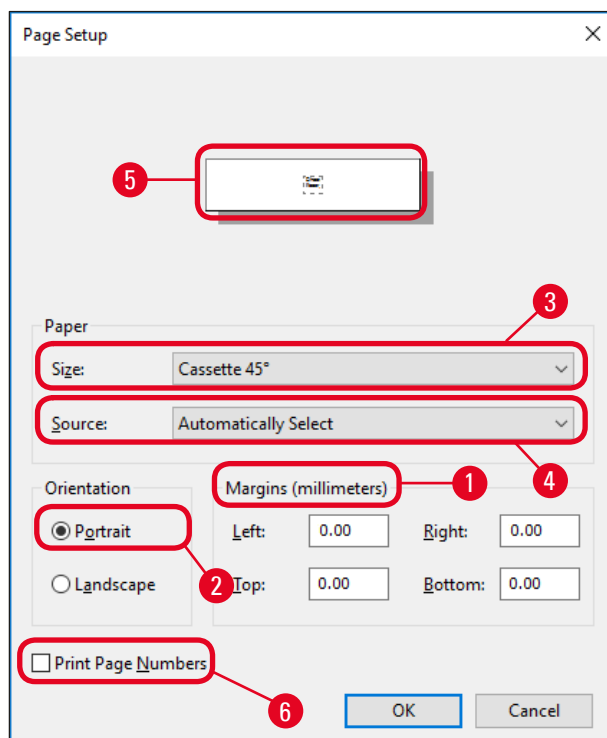

Fig. 45
3. Først skal sideindstillingerne vælges: Klik på **File (Filer) > Page Setup (Sideopsætning)** for at åbne dialogboksen **Page Setup (Sideopsætning)** (→ "Fig. 45").